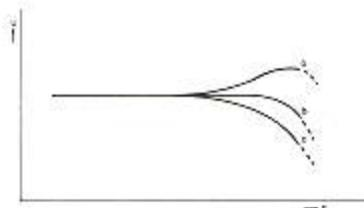

Fig. 16
- Bei Frequenzen höher als 6300 Hz soll der Frequenzgang ungefähr der in Abb. 16 gezeigten Kennlinie b entsprechen. Die Nachverzerrung soll  $\leq 3\%$  bei 1 kHz (100% Modulation) sein.